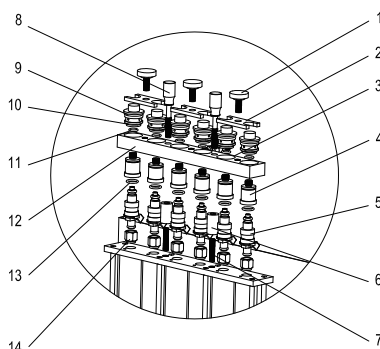

Fig. 07
- Installez le distributeur de carburant et l'injecteur sur le support du distributeur de carburant avec des vis réglables et des écrous moletés appropriés, et serrez les deux vis filetées internes (noires). Voir la figure 07.